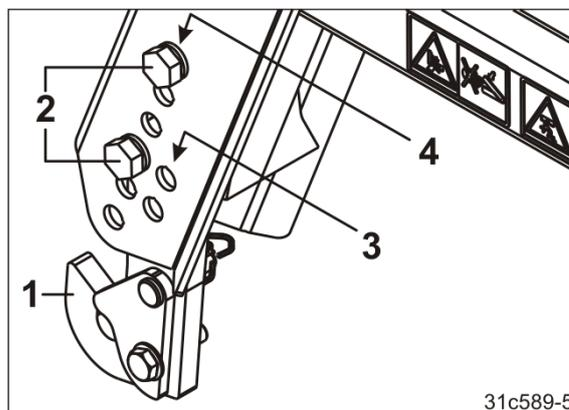

Fig. 107
1. Fixer les crochets (Fig. 107/1) sur le châssis de levage en utilisant respectivement deux vis (Fig. 107/2).
- Groupe perforé (Fig. 107/3) pour petit diamètre de rouleau
- Groupe perforé (Fig. 107/4) pour grand diamètre de rouleau.